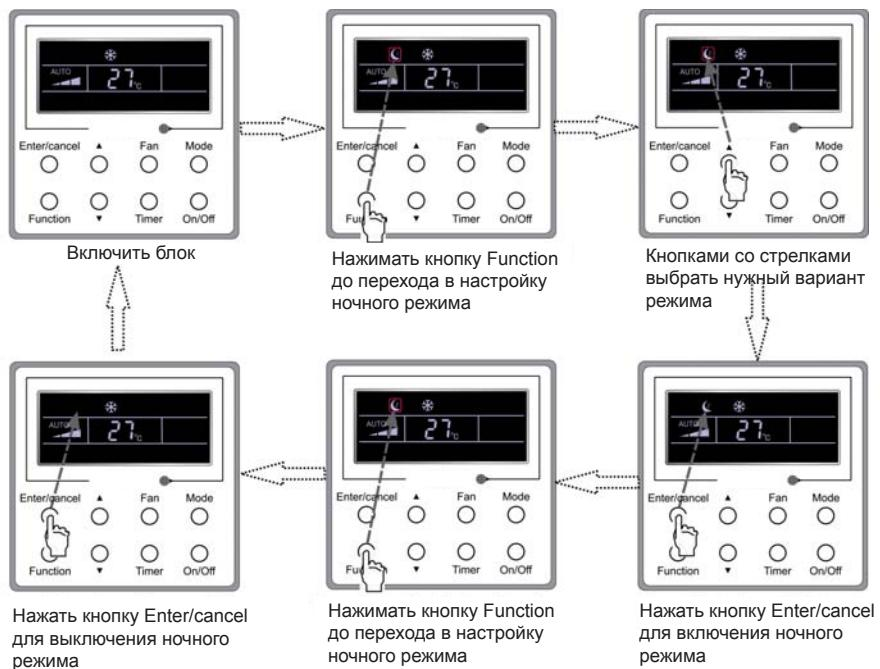

Рис. 10. Последовательность включения и выключения ночного режима
**Выключение ночного режима:** При включенном ночном режиме нажать кнопку Function и войти в режим настройки ночного режима. Затем для выключения режима нажать кнопку Enter/cancel. Последовательность включения и выключения ночного режима показана на рис.10.